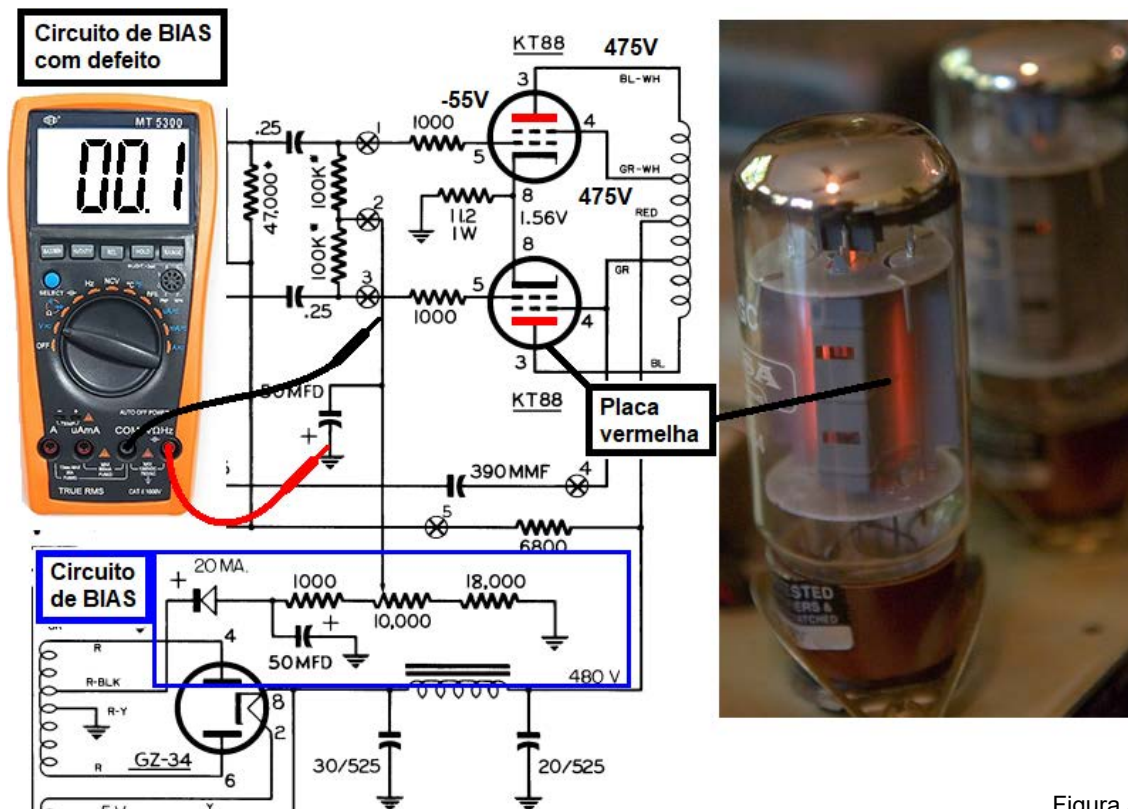

Figura 5
5. Não funciona – Válvulas de saída com a placa em brasa – Este caso é o oposto do anterior, a válvula está conduzindo uma corrente maior que o normal, fazendo a placa aquecer muito e ficar vermelha. Se ficar algum tempo assim pode derreter a placa. Neste caso devemos medir a tensão de “bias” que alimenta as grades de controle com tensão negativa acima de 40 V. A falta desta tensão na grade da válvula de saída produz uma corrente muito alta, avermelhando a placa. Veja a figura 5.